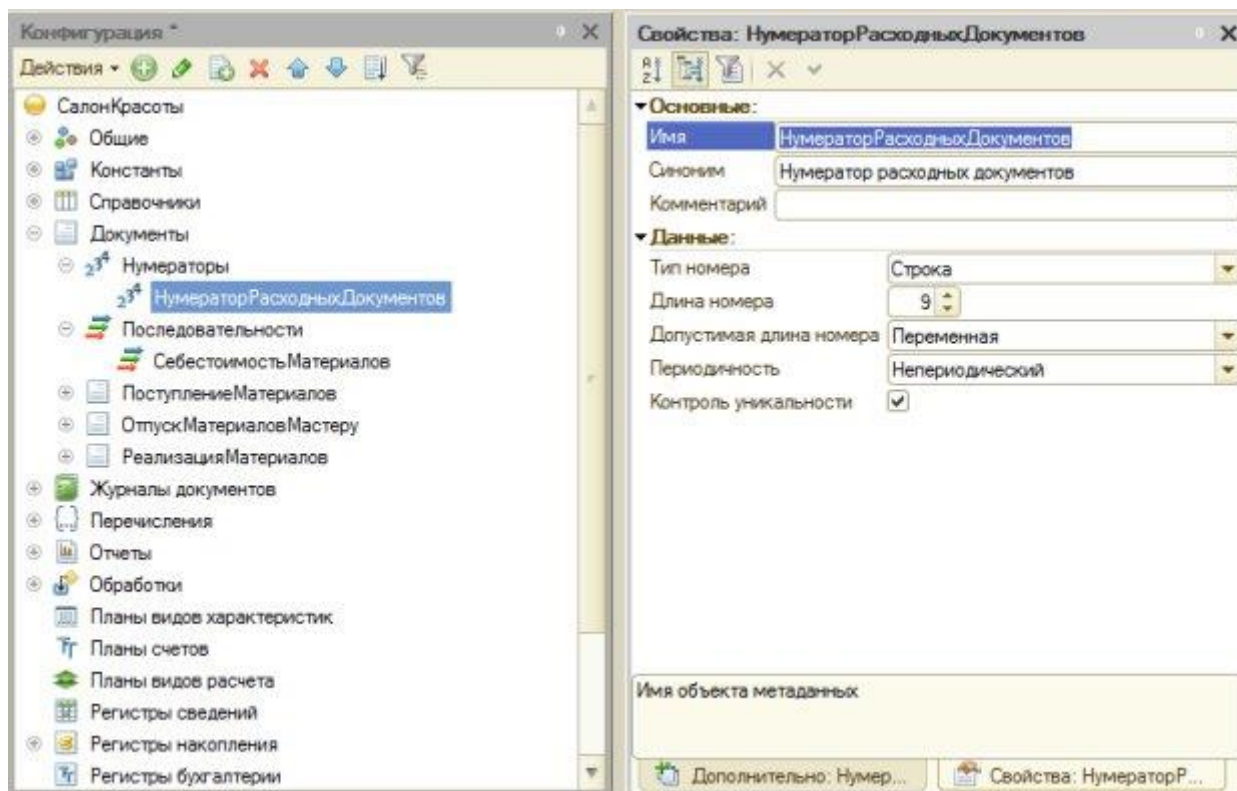

Рисунок 17.8- Создание нового нумератора
15. Еще один полезный объект, который можно найти в ветви **Документы** дерева конфигурации – это **нумераторы**. Нумератор позволяет задавать единые правила нумерации для различных документов. Создадим новый нумератор, назовем его **НумераторРасходныхДокументов**, рисунок 17.8.